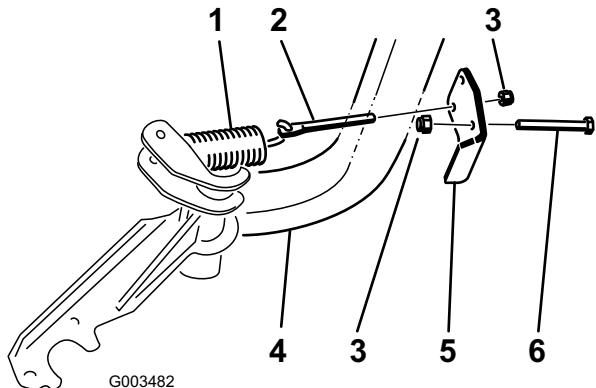

Figura 6
- Inserire l'asta della molla nel foro della staffa a molla e fissarla con un dado di bloccaggio (3/8 pollice) senza stringere. Posizionare l'asta della molla come illustrato nella Figura 6.
- Montare la staffa a molla sul tubo del telaio anteriore con un bullone (3/8 x 2-3/4 pollici) e un dado di bloccaggio (3/8 pollice). Posizionare la staffa a molla come illustrato nella Figura 6.